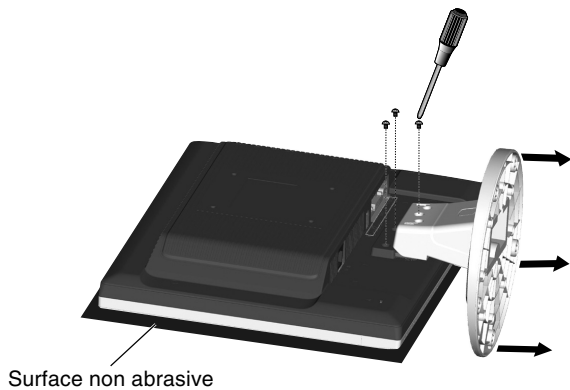

Figure R.1
- Placez le moniteur face vers le bas sur une surface non abrasive (**Figure R.1**).
- Retirez les 3 vis fixant le moniteur à son support et enlevez le support comme indiqué (**Figure R.1**).
1. Placez le moniteur face vers le bas sur une surface non abrasive (**Figure R.1**).